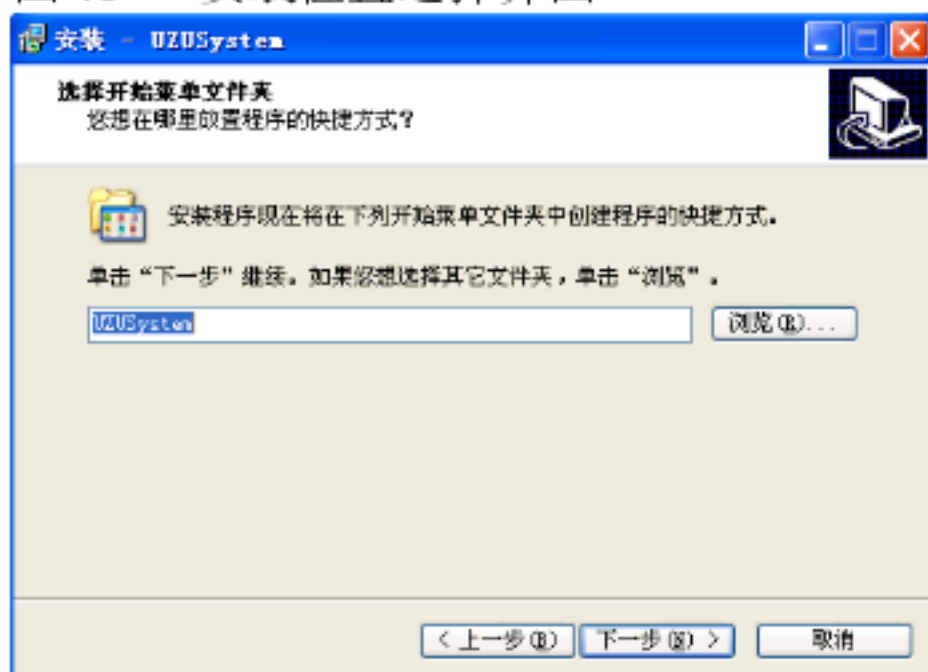

图 16 开始菜单位置选择界面
3. 在安装位置选择界面软件将被安装到文本框列出的文件夹中, 要选择不同的位置, 输入新的路径, 或单击“浏览”浏览现有的文件夹, 请尽量不要把软件安装在系统盘(即 C 盘)里以免电脑死机损坏, 系统重装时工作数据丢失, 当选择安装路径后按“下一步”按钮进入开始菜单位置选择界面如图 16。